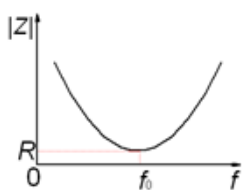
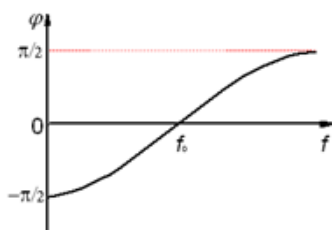
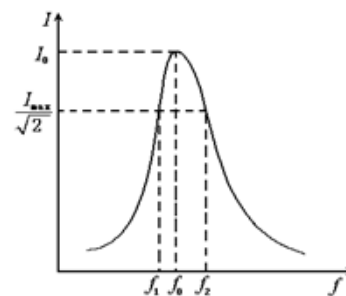

图 2 阻抗随频率的变化曲线
图 3 相频特性曲线
图 4 谐振曲线
公式 (1)、(2) 中阻抗 Z 和相位差 ϕ ，都是信号频率 f 的函数。图 2、3、4 分别为 LCR 串联电路的阻抗、相位差、电流随频率的变化曲线，其中图 3 所示的 ϕ - f 曲线称为相频特性曲线。图 4 所示的 I - f 曲线称为幅频特性曲线（谐振曲线），它表示在 LCR 串联谐振电路两端总电压 U_1 保持不变的条件下 I 随 f 的变化曲线。
图 4 为 LCR 串联电路的谐振曲线，在正弦波的频率 f 达到 f_0 时，电路的电流达到最大值 I_0 。在谐振曲线上电流值为 $I_0/\sqrt{2}$ 的两个频率点 f_1 和 f_2 称为半功率点， $\Delta f = f_2 - f_1$ 的值称为谐振曲线的频带宽度。通常用 Q 值来表征电路选频性能的优劣，称为电路的品质因数。
2. 请画出图 4 谐振曲线图，写出表征电路选频性能的品质因数表达式。